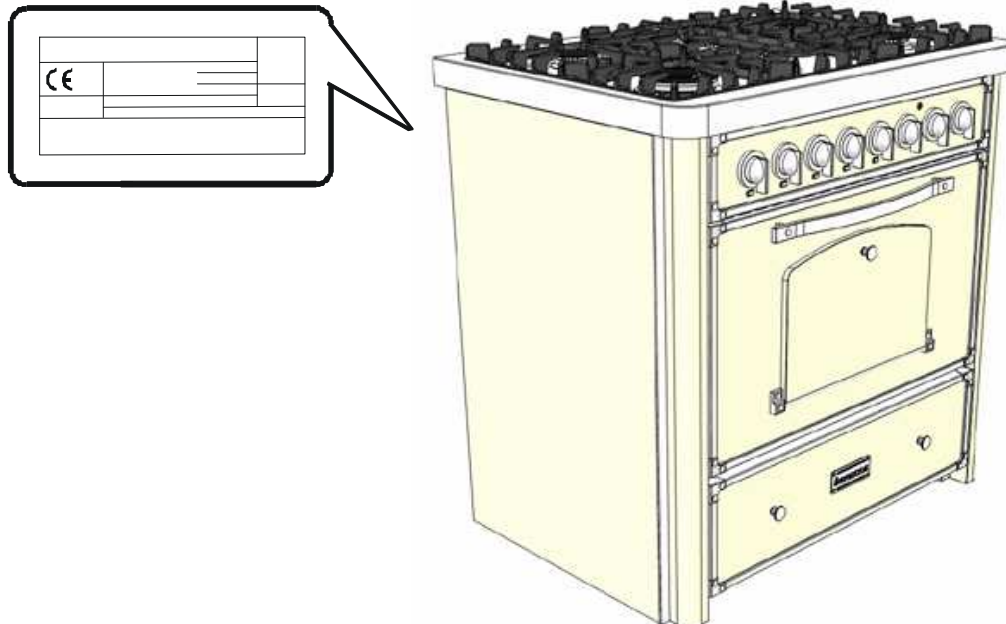

Abb. 6
Vor der Installation sicherstellen, dass die örtlichen Versorgungsbedingungen (Gasart und Druck) mit den Einstellungen des Gerätes übereinstimmen. Die Einstellwerte des Gerätes sind auf dem Typenschild (Abb. 6), das direkt an der Rückwand des Herdes angebracht ist, oder im Garantieschein angegeben.
- Das Begrenzungsventil und die Hausversorgungsanlage sind ausreichend für die elektrische Leistungsaufnahme des Gerätes dimensioniert. Dies geht aus dem Typenschild auf der Rückseite des Gerätes (siehe Abb. 6), aus dem Garantieschein oder aus den im Abschnitt „Technische Eigenschaften“ aufgeführten Daten hervor;
Der Herd wird mit einem Anschlusskabel geliefert, an das ein genormter Stecker anzuschließen ist, der für die auf dem Typenschild angegebene Last ausgelegt ist (siehe Abb. 6). Der Stecker muss anschließend an eine geeignete Steckdose angeschlossen werden. Gegebenenfalls kann das Kabel auch direkt an das Stromnetz angeschlossen werden. In diesem Fall muss allerdings zwischen Ofen und Netz ein den geltenden Bestimmungen entsprechender omnipolarer Schalter mit einer Mindestöffnung von 3 mm zwischengeschaltet werden. Das gelb-grüne Erdungskabel darf nicht unterbrochen werden.